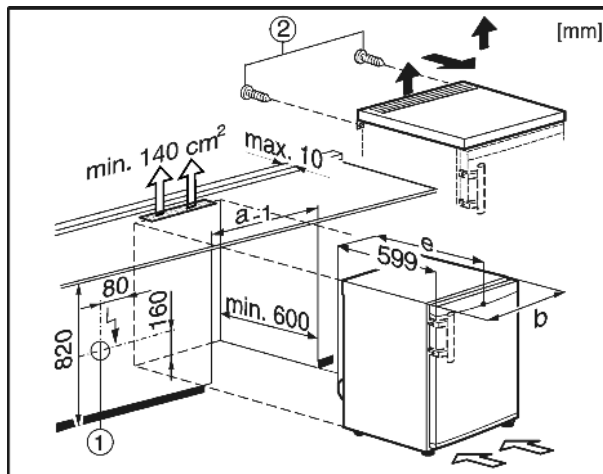

Fig. 9
Priza de alimentare Fig. 9 (1) trebuie să fie instalată în acest caz în afara zonei din spatele aparatului și să fie ușor accesibilă.
- Îndepărtați șuruburile Fig. 9 (2) de la partea posterioară.